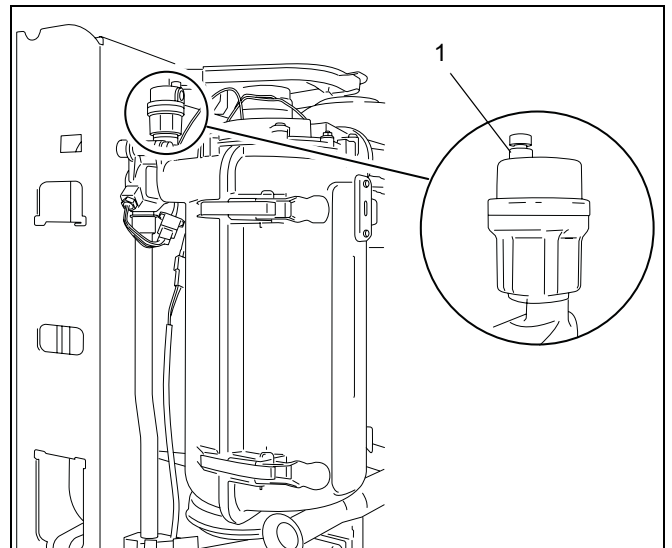

Fig. 22 Dispozitiv automat de aerisire
Cazanul este echipat cu un dispozitiv automat de aerisire (Fig. 22), care servește la aerisirea cazanului. În anumite situații poate fi necesară echiparea instalației de încălzire cu alte posibilități de aerisire decât cele de pe calorifer.
- Capacul aerisitorului automat care se află în partea stângă sus la cazan (Fig. 22, Poz. 1) se desface cu o rotație.